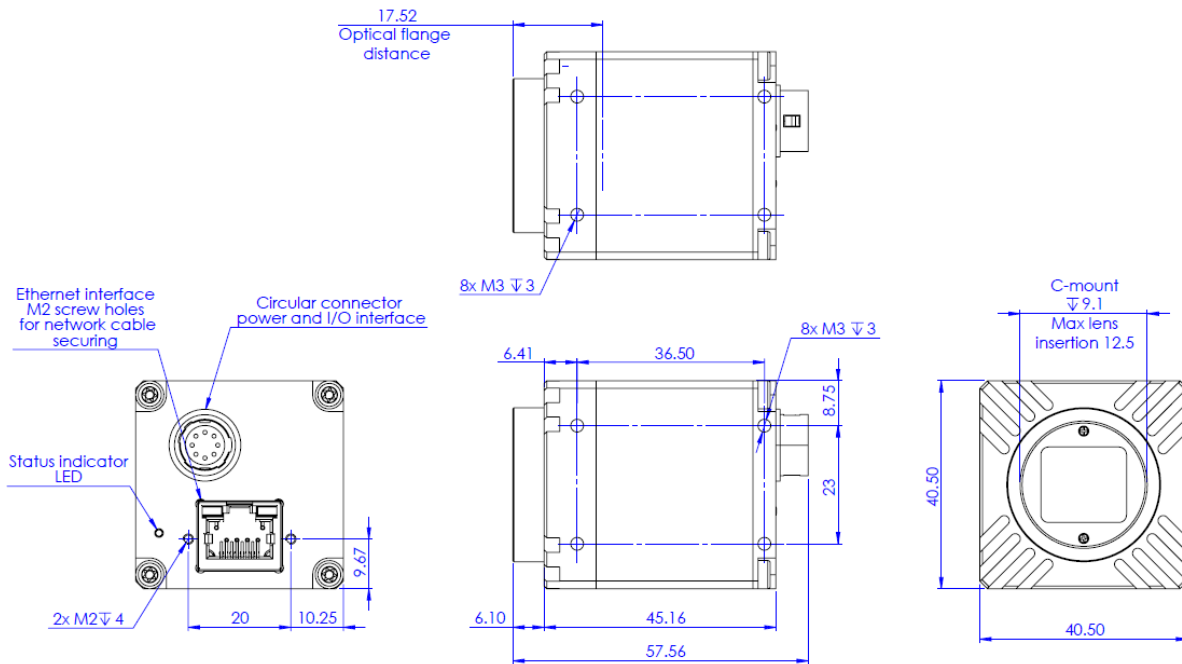

Figure 42: TYPE 1 dimensional drawings.
**TYPE 1** 图纸（图 42）适用于所有带 1.2 英寸以下图像格式传感器的相机。这些相机配有标准 **C mount**（直径 1 英寸，每英寸 32 螺纹），法兰距离为 **17.526 mm**。
所有 Itala 摄像机的机壳背面都有一个 LED 指示灯，位于连接器旁边（见图 42、43 和 44）。此 LED 可直观显示摄像机当前的运行状态。颜色代码列于表 14。